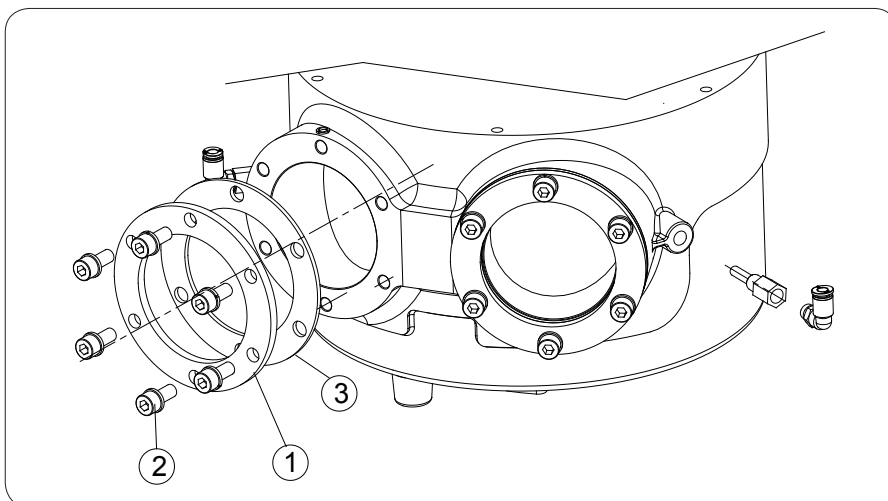

Fig. 8
- 1) Weld the three inlets for tubes (counter flanges) (pos. 1, Fig. 8) included in the supply to the material inlet tube and the two material outlet tubes.
- 2) Then bolt the three inlets for tubes (pos.1, Fig.8) using bolts (pos.2 Fig. 8) and the gasket (pos. 3, Fig. 8) to the relative openings of the diverter valve.
- 1) Die drei Anschlüsse für die Rohre (Gegenflansche) (Pos. 1, Abb. 8), die zum Lieferumfang gehören, an dem Einlaufrohr des Materials und an den beiden Auslaufrohren des Materials anschweißen.
- 2) Dann die drei Anschlüsse für die Rohre (Pos.1, Abb. 8) mit den Schrauben (Pos.2 Abb. 8) und der Dichtung (Pos. 3, Abb. 8) an den entsprechenden Öffnungen der Rohrweiche verschrauben.
- 1) Saldare i tre imbrocchi per tubi (controflange) (pos. 1, fig. 8) comprese nella fornitura, al tubo di arrivo materiale e ai due tubi di uscita materiale.
- 2) Imbullonare poi i tre imbrocchi per tubi (pos.1, fig.8) utilizzando i bulloni (pos.2 fig. 8) e la guarnizione (pos. 3, fig. 8) alle rispettive aperture del deviatore.